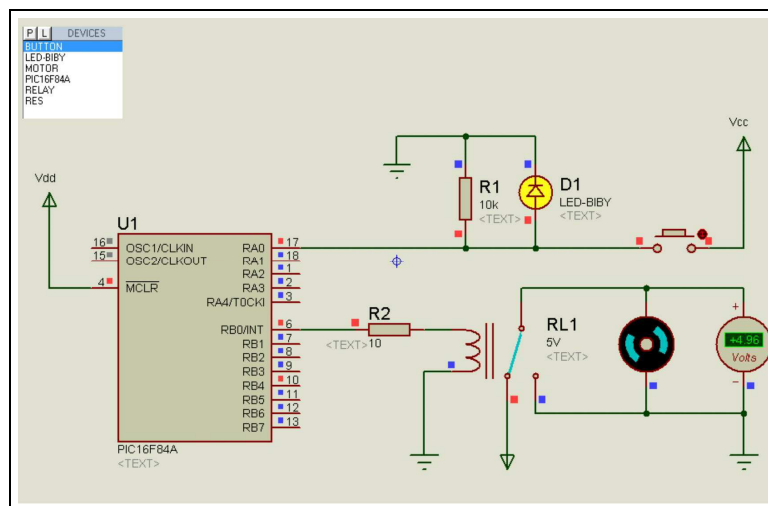

FIGURE 3.3: Schéma électronique « Commande d'un moteur DC à l'aide d'un PIC16F84A »
2. Réaliser le circuit de test (voir la figure 3.3) sous ISIS en utilisons :